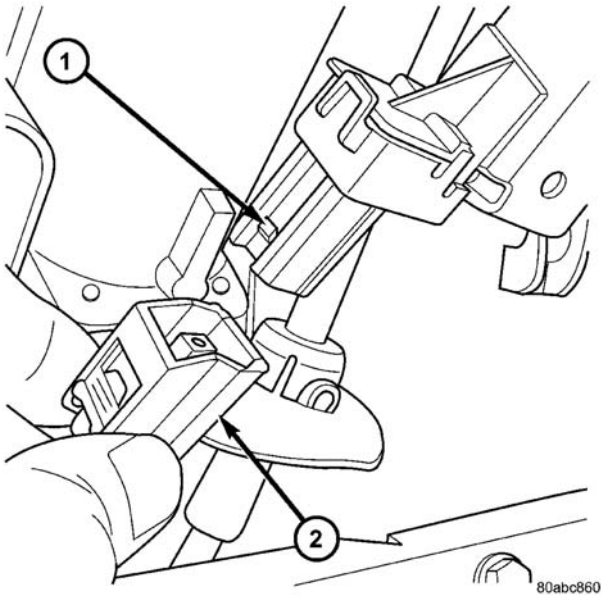

图 307 BTSI 电磁线圈插接器
- (4) 拆下转向管柱下护罩。
- (5) 断开制动/变速器换档联锁（BTSI）电磁线圈插接器（图 307）